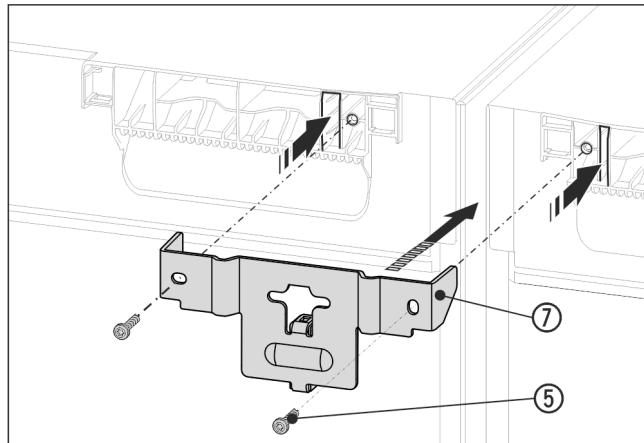

Fig. 13 Beispielhafte Darstellung
- ▶ Winkel Fig. 13 (7) mit dem Distanzstück zwischen die Geräte und mit den Laschen in die Gerätedecke schieben. Mit 2 Schrauben Fig. 13 (5) festschrauben.